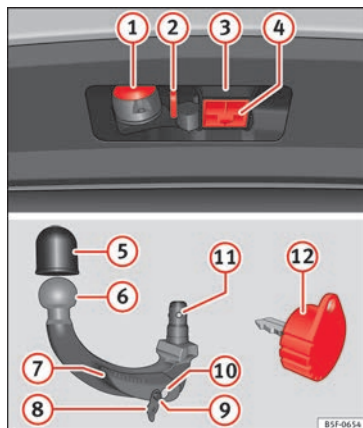

Fig. 225 Supporto del dispositivo di traino / sfera smontabile / chiave
Legenda » **fig. 225**
- Estrarre il tappo di alloggiamento del gancio **4** »» **fig. 225** verso il basso.
- Collocare il coperchio **4** » **fig. 225** nell'alloggiamento corrispondente.